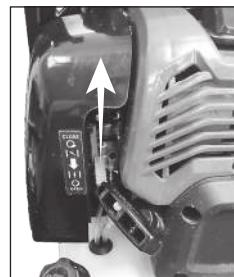

Рис. 16
2. Переведите рычаг воздушной заслонки в верхнее положение – || «Закрыто» (рис. 16).